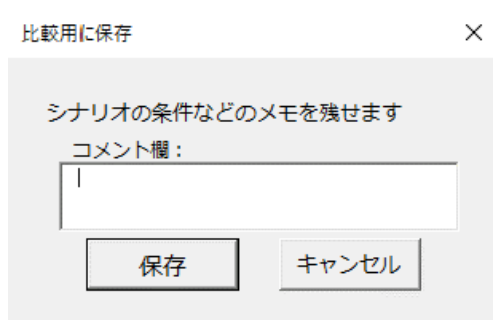
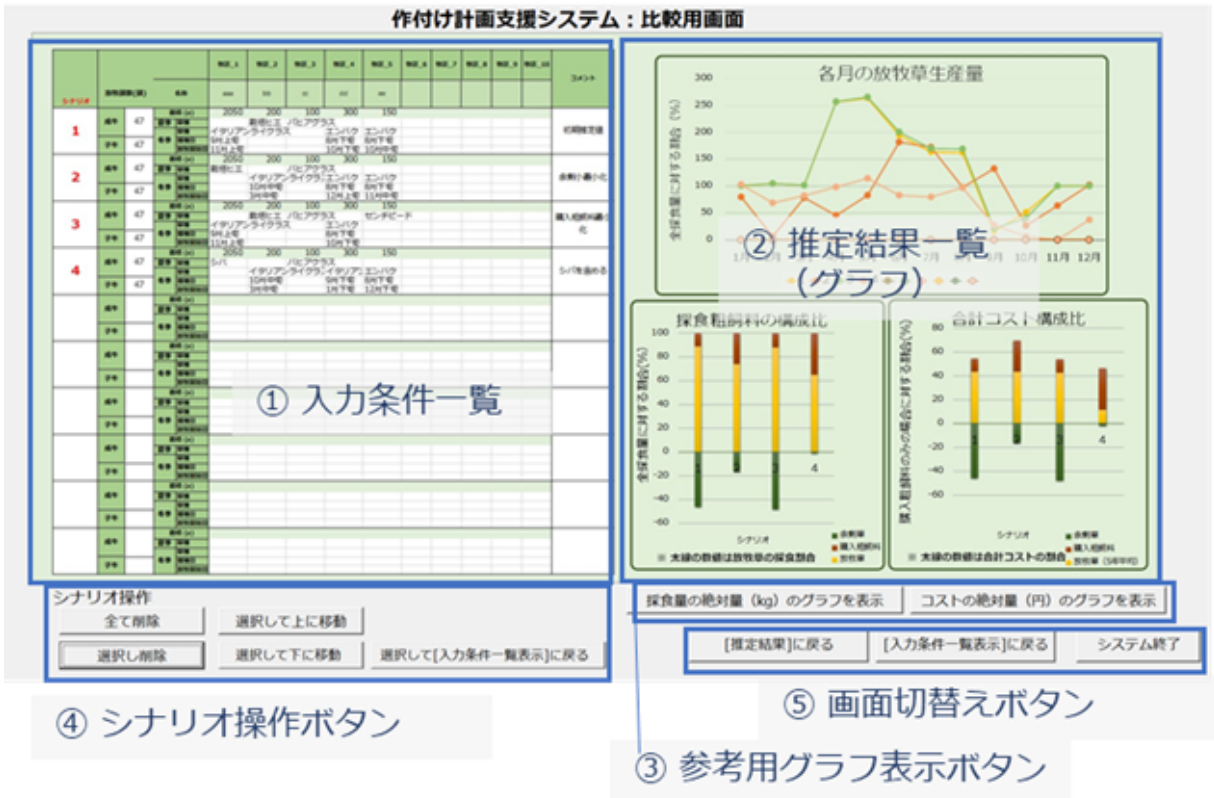
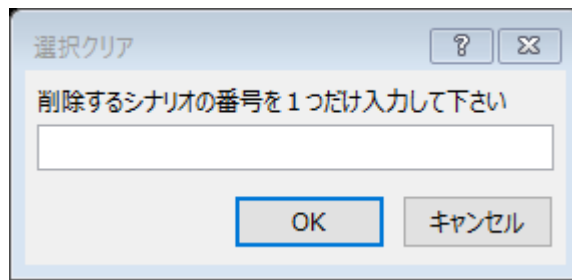

図17 シナリオ記録時のコメント記入用画面
図18 シナリオ比較用画面
図20 削除するシナリオの指定画面
- 候補となる作付け体系 (=シナリオ) の結果を確認できたら、シナリオの入出力値を記録します。記録するためには、【[比較用] に記録】ボタン (図13⑤) をクリックし、コメントの記入と記録を確認する画面 (図17) にシナリオの条件等 (最適化演算の設定など) のメモ
を記入して「保存」ボタンをクリックします。すると、画面が「比較用」画面（図18）に切り替わり、新たなシナリオ番号とともに現在のシナリオの入出力値と先ほど記入したコメントが追加されています。
- 各シナリオの出力値が並べて表示させることで、草種の組み合わせをいろいろと変えたシナリオ間で比較することができます（図18）。
- 入力値として、各シナリオの頭数、面積、草種、播種・放牧開始時期が記録されます（図18①）。記録時に記入したコメント（図17）も表の右端の欄に反映されています。
- 出力結果としてグラフ表示される項目は、推定結果画面（図13）にグラフ表示されるもののうち、月別の放牧草可食草量、採食粗飼料の構成比、飼料コストの構成比（牧草生産費は5年平均）の3種類で、シナリオ間で並べて表示されます（図18②）。図中には「放牧草採食量（全採食量に対する割合）」と「合計飼料コスト（購入粗飼料のみで飼養した場合に対する割合）」が数値でも表示されます。
- 出力値は推定結果画面と同様に相対量で、頭数（や体重）を変えたシナリオを比較する場合には、分母となる値が変わるので注意が必要です。実際の採食量や金額で比較したい場合には、参考用グラフ表示ボタン（図18③）をクリックすることで、草量や金額を絶対量（kg、円）で比較したグラフを別途表示させることもできます（図19）。
- ✓ 不要なシナリオを削除するためには、比較用画面の【選択し削除】のボタン（図18④）をクリックします。削除するシナリオの番号を指定する画面（図20）にシナリオ番号を入力すると、選択したシナリオの内容が表やグラフから削除され、上方向や左方向に詰められます。
- ✓ シナリオの削除は1つずつ行います。ただし、【全て削除】ボタン（図18④）をクリックすることで、全てのシナリオの内容をまとめて消去することができます。
- ✓ 並び替えをするためには、【選択して上（下）に移動】ボタン（図18④）をクリックして、対象のシナリオの番号を確認画面に入力します。
- ✓ メイン画面に反映させるためには、[選択して[入力条件一覧]に戻る] ボタン（図18④）をクリックし、対象のシナリオの番号を確認画面に入力します。
- ✓ 【[入力条件一覧表示]に戻る】ボタン（図18⑤）をクリックすることで、反映が確認できます。